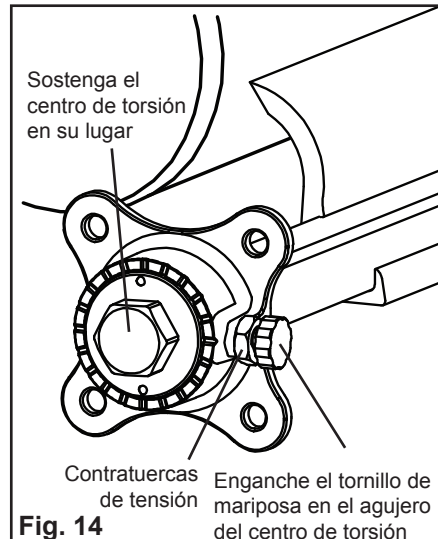

Fig. 14
- Mientras sostiene el centro de tensión en la posición de tensión preestablecida, apriete el tornillo de mariposa y asegúrese de que el pasador del lugar engancha en el agujero del centro de tensión (Fig. 14).
- Cuando se alcance la tensión deseada, apriete el tornillo de mariposa y la contratuerca de tensión (Fig. 14).